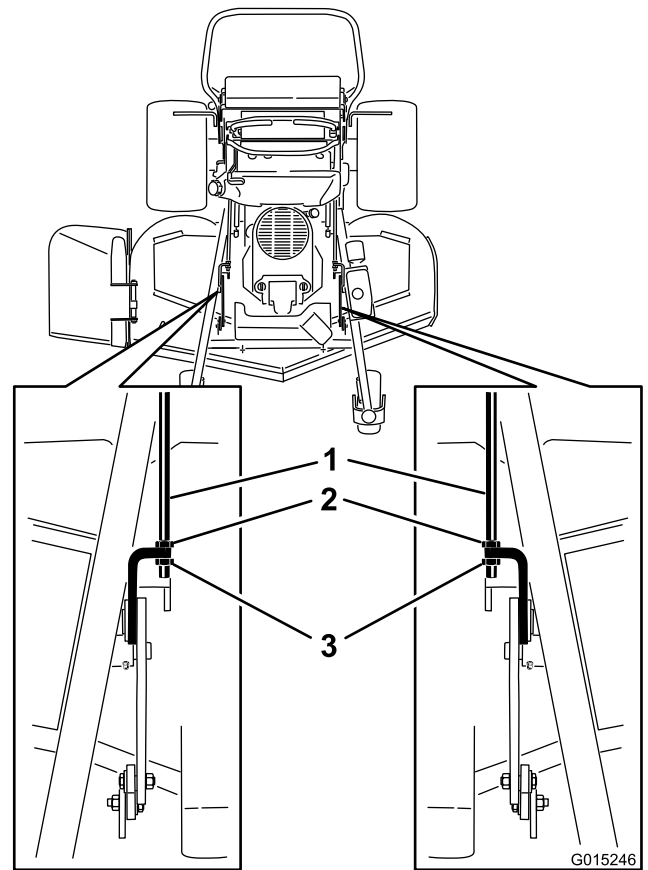

Figure 88
2. Pour les tabliers de coupe de 48 et 52 pouces, desserrez les deux écrous avant et arrière sur les tiges de réglage (Figure 88).
4. Le tablier de coupe doit reposer entièrement sur les trois cales de 2x4 (Figure 88). Le bord arrière du tablier est plus bas de 6 mm (1/4") que le bord avant.
8. Si les dimensions ne sont correctes, réglez les écrous avant et arrière de chaque côté pour obtenir l'inclinaison longitudinale correcte (Figure 88).